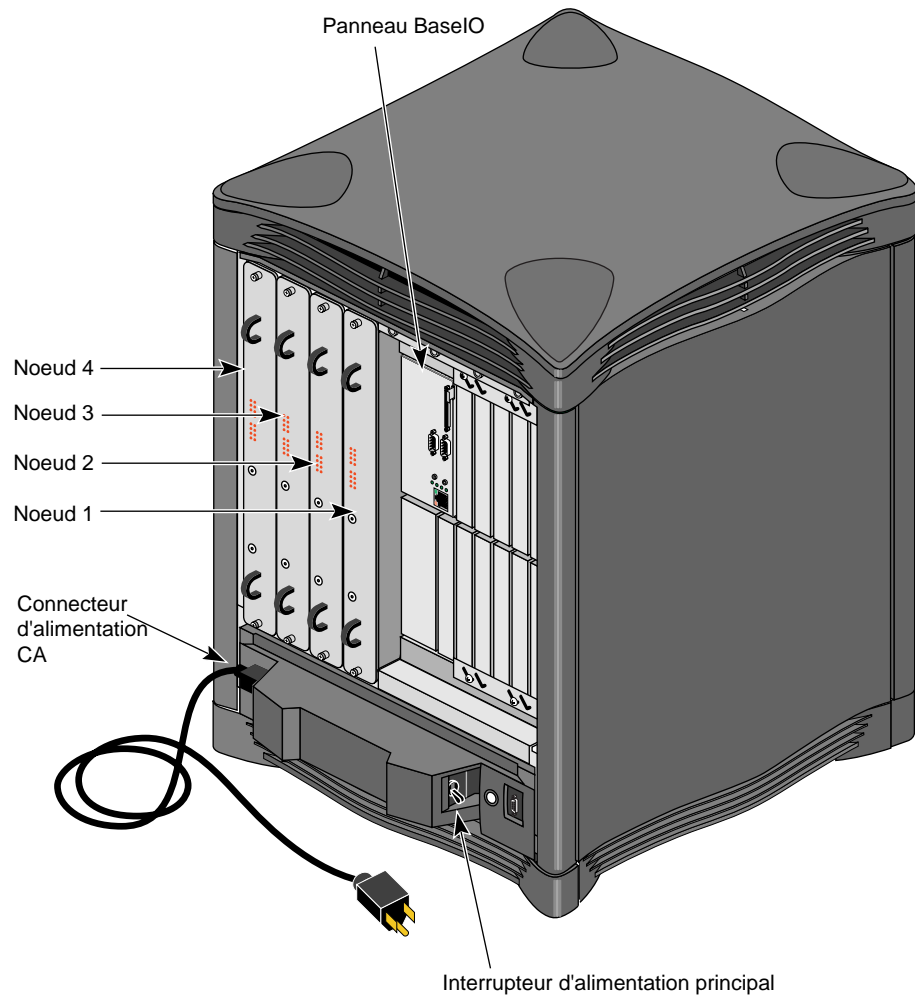

Figure 2-5 Composants et commandes à l'arrière du châssis
- la (les) carte(s) nodale(s) (voir Figure 2-5),